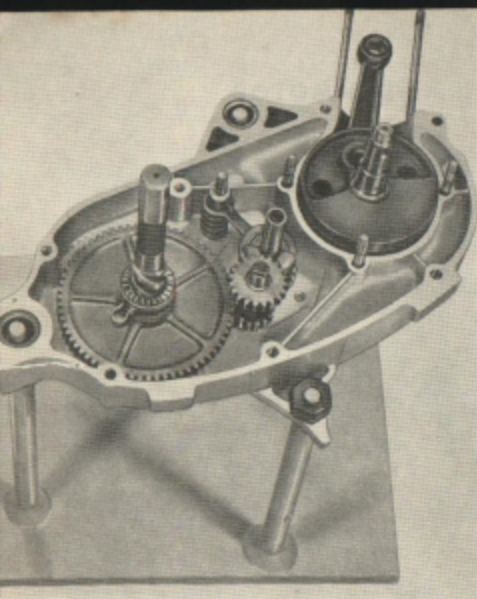

FIG. 23
52) Instalar el cigüeñal en el cárter izquierdo (Fig. 23).